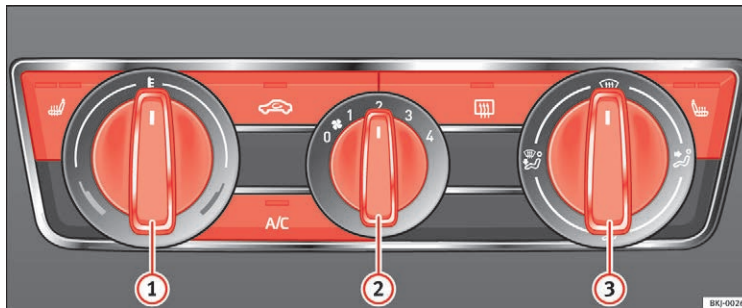

Fig. 146 Betjeningslementer til airconditionanlægget i instrumentpanelet
- Afbryd køleanlægget med knappen A/C » Fig. 146 (kontrollampen i knappen slukker).